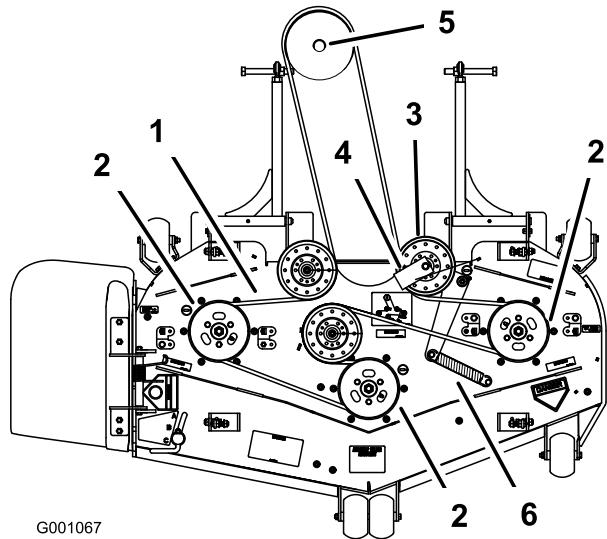
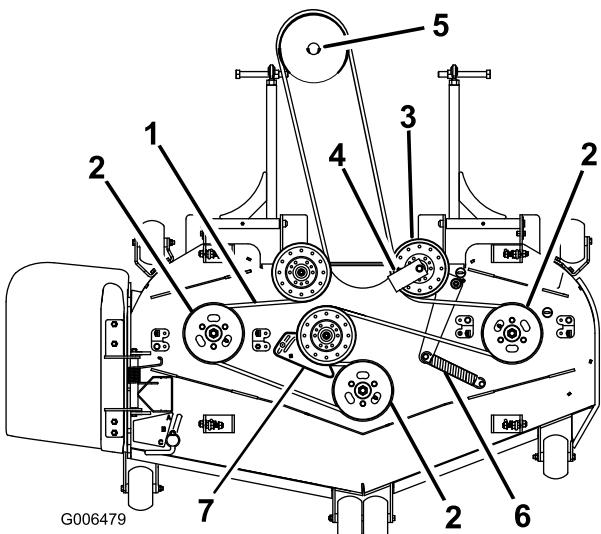
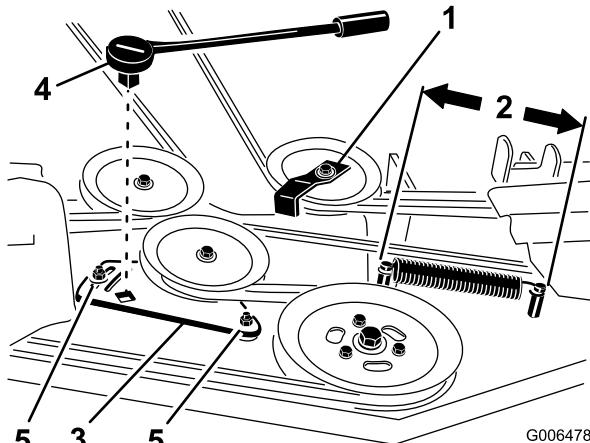

Figura 58
Figura 60
Figura 62
6. Pase la correa nueva alrededor de las poleas del cortacésped y de la polea de la caja de engranajes, debajo del motor (Figura 58).
7. Instale el muelle en el brazo tensor (Figura 58).
8. Instale la guía de la correa en la polea tensora tensada con muelle con un ángulo de 45 grados, como muestra Figura 58.
- Afloje los pernos que sujetan la chapa de la polea tensora (Figura 62).
- Retire la guía de la correa de la polea tensora tensada con muelle según se muestra en Figura 60 y Figura 62.
- Pase la correa nueva alrededor de las poleas del cortacésped y de la polea de la caja de engranajes, debajo del motor (Figura 60).
- Instale la guía de la correa en la polea tensora tensada con muelle con un ángulo de 45 grados, como muestra Figura 58 y Figura 62. Apriete el perno a 37–45 Nm (27–33 pies-libra).
- Instale el muelle tensor en los dos postes (Figura 58 y Figura 62).
4. Mida la longitud del muelle (Figura 62). Si la longitud del muelle es de una distancia de 25,4 a 26,0 cm (10 a 10-1/4 pulgadas) entre los postes, no se necesita ningún ajuste.
5. Afloje los pernos que sujetan la chapa de la polea tensora (Figura 62).
6. Introduzca una llave de carraca en el taladro cuadrado de la chapa de la polea tensora del cortacésped para ajustar la tensión (Figura 62).
a 26,0 cm (10 a 10-1/4 pulgadas) entre los postes, según se muestra en Figura 62.
8. Manteniendo la tensión de la correa y la longitud del muelle, apriete los pernos que fijan la chapa de la polea tensora (Figura 62).